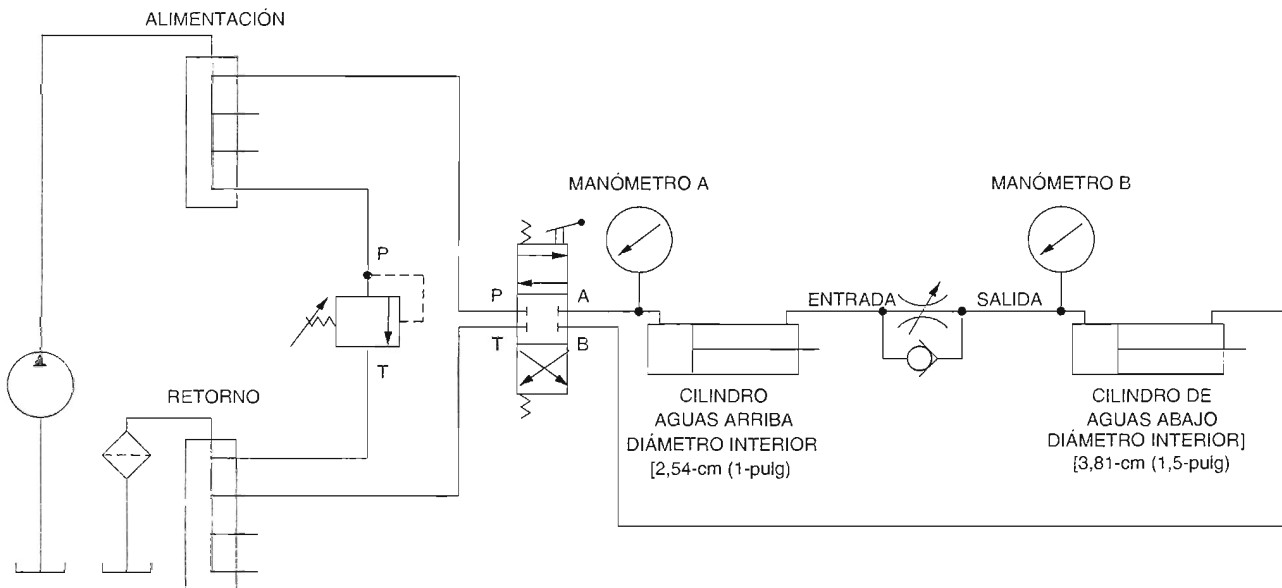

Figura 3-8. Circuito en serie en el cilindro aguas arriba.
- 1. Conecte el circuito mostrado en la Figura 3-8. En este circuito, la válvula de control de flujo no compensada actuará como un dispositivo de carga en el cilindro aguas arriba [diámetro interior de 2,54 cm (1 pulg)].
Nota: Si los vástagos de los cilindros de 2,54 cm (1 pulg) y 3,81 cm (1,5 pulg) de diámetro interior no están completamente retractados, no conecte el circuito de la figura 3-8. En vez de eso retracte el vástago de cada cilindro hidráulicamente utilizando el circuito de actuación del cilindro mostrado en la figura 2-10. Cuando ambos vástagos estén retractados, conecte el circuito mostrado en la figura 3-8.